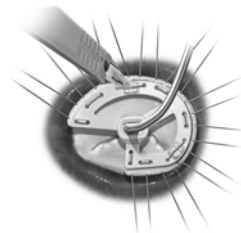

図 5
- メスを用いて 2 本のホルダ固定糸を所定の示された部位で切断し（図 5）、リングから取り外したホルダ及びホルダ固定糸を廃棄する。ホルダ固定糸の断片等が患者体内に残っていないことを必ず確認すること。